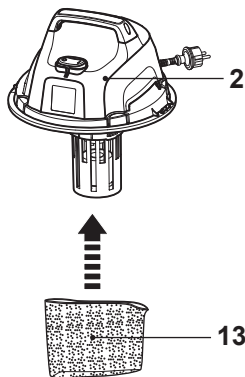

Fig. 9
- > Deslice la funda de espuma (13) en la unidad del motor (2) (Fig. 9). Asegúrese de que encaja bien en su posición.